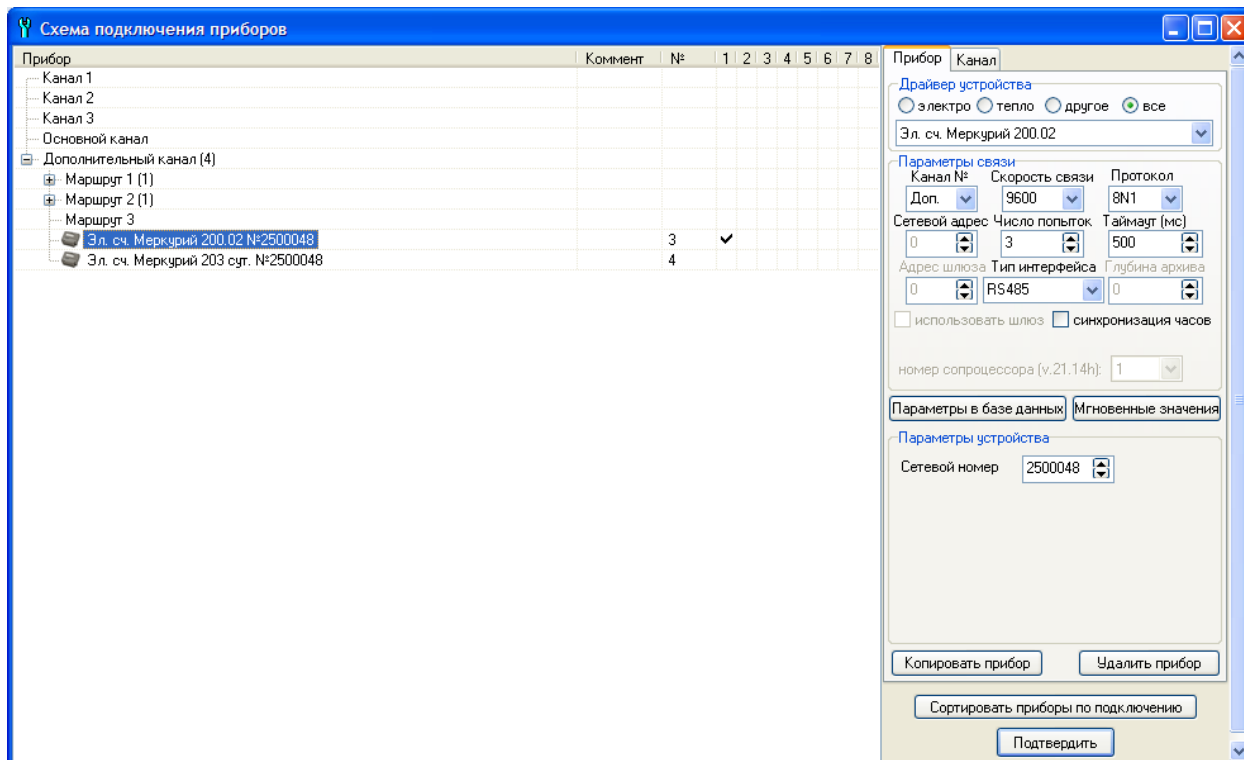

Рис. 3. Чтение текущих показаний прибора учета из окна настройки связи с прибором учета
- Из окна настроек связи с прибором учета – «Схема подключения приборов» («Схема» / «Подключенные устройства» или Ctrl-A, в открывшемся окне нажимается «Мгновенные значения») (см. рис.3).